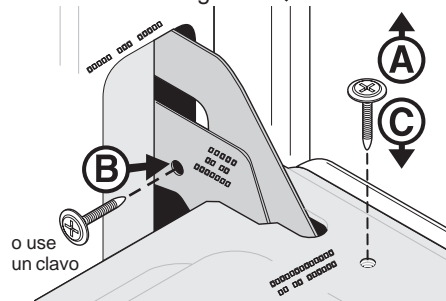

Fig. 2
2. Retire los dos tornillos ubicados en el revestimiento interior de la puerta (Ver **A** Fig. 2).
3. Inserte los dos tornillos en los agujeros de la bisagra de la puerta ubicados en el lado del brazo de la bisagra, uno en cada bisagra (Ver **B** Fig. 2).
5. Vuelva a instalar los dos tornillos en el revestimiento de la puerta (Ver **C** Fig. 2).